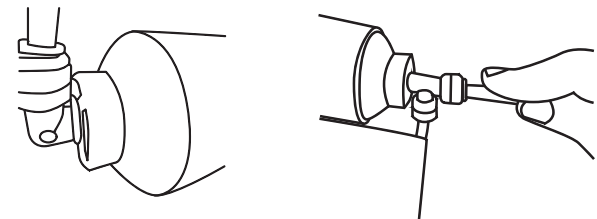

Figura 40.
2. Identifica y retira el Cartucho de Filtro de Refrigerador 1 año, desconectando las mangueras flexibles, siguiendo las indicaciones del paso 4 del inciso 6.1 (ver Figura 40).